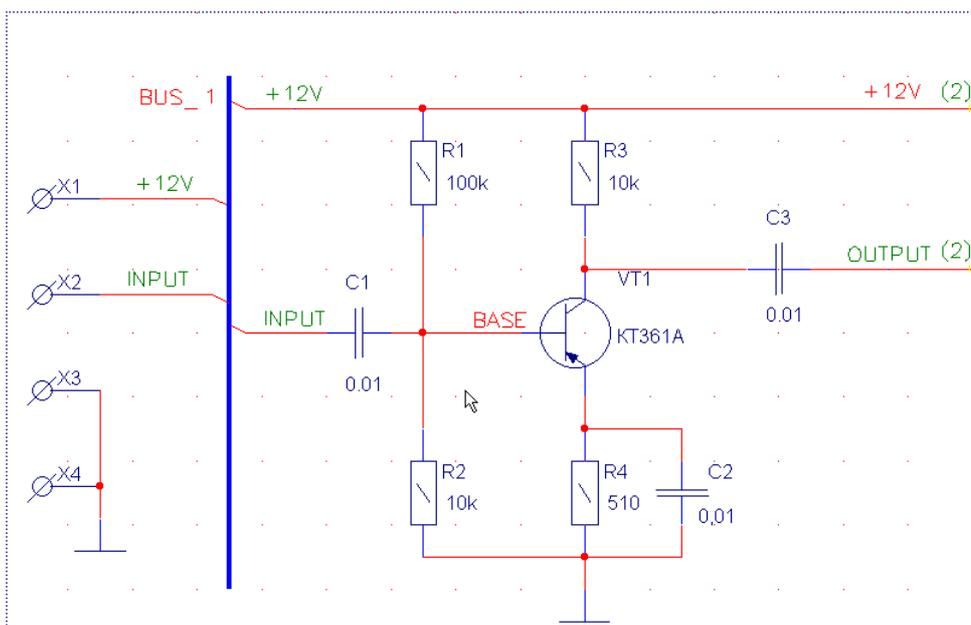

Рис. 6-8. Чертеж на первом листе схемы
Схема каскада предварительного усилителя, размещаемая на первом листе проекта показана на рис. 6-8.
3) Разместите на чертеже три конденсатора как показано на рис. 6-8.
Для нанесения адресного обозначения листа продолжения линии на схему необходимо нанести текст. На рис. 6-8 это цифры в скобках (2). Достаточно подробно последовательность работы по размещению текстов на чертеже рассмотрена в подразделе 4.2. Здесь лишь заметим, что для адресного обозначения, по-видимому, следует использовать тот же стиль текста, что и для имен цепей (портов), а именно – PortStyle.